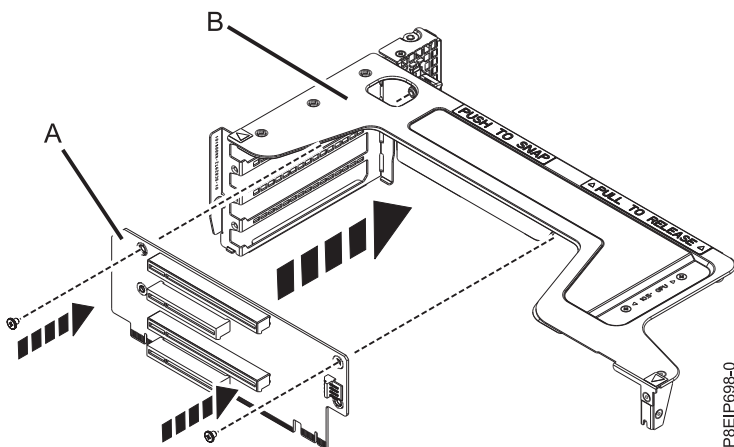

Figure 55. Remplacement de la carte mezzanine des positions 5, 6, 7 et 8
5. Si la carte mezzanine des positions 5, 6, 7 et 8 a besoin d'être remplacée, remplacez-la dans le support du connecteur de bus. Remettez en place les deux vis qui permettent de fixer la carte mezzanine au support du connecteur de bus, comme indiqué dans la figure 55.